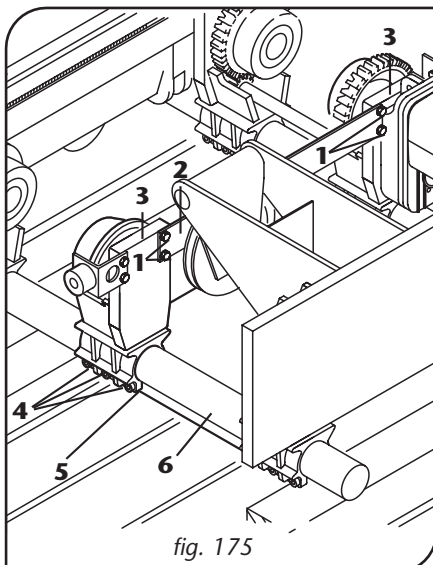

fig. 175
- Défaire sans desserrer complètement -1- les barres transversales -2- des montants porte-galet côté masse d'équilibrage -3-, jusqu'à ce qu'il n'y ait plus de liaison rigide ainsi que les écrous autobloquants -4- des brides -5- de fixation des montants porte-galet -3- côté masse d'équilibrage sur les barres d'accouplement -6- (fig. 175).